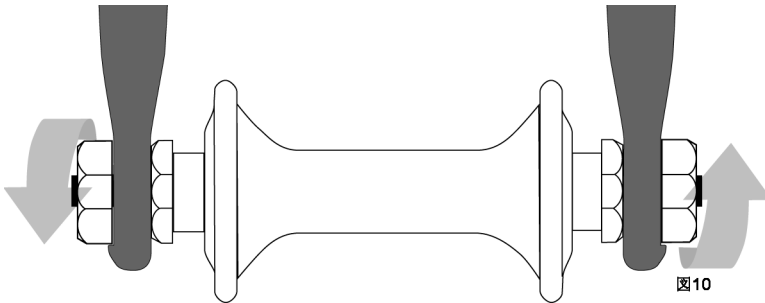

図10
- ・ ハブ軸にねじ留めした六角ナットもしくは六角ボルト（ボルト締めホイール、図10）